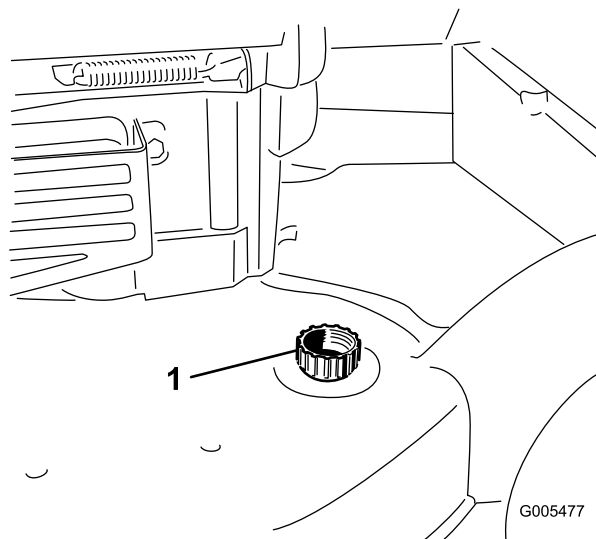

Figura 40
3. Introduzca una manguera de jardín conectada a un grifo en el orificio de lavado de la carcasa del cortacésped (Figura 40).